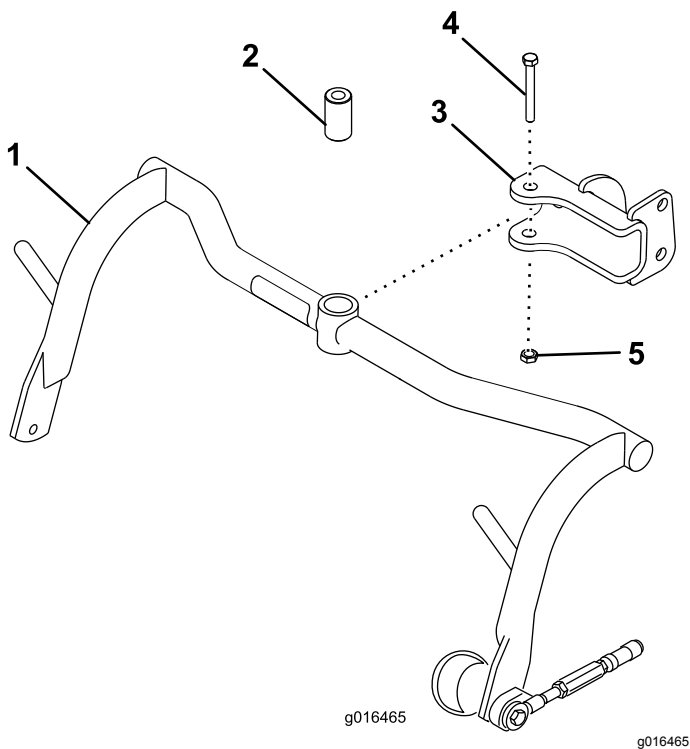

図 8
1. 各クレビスにキャリアフレームを取りつけるスペーサ、ボルト $\frac{1}{2}$ " x  $\frac{3}{4}$ "、ロックナット $\frac{1}{2}$ "を使用する 図 8。91-113 N·m / 9.3-11.3 kg·m = 67-83 ft·lb にトルク締めする。